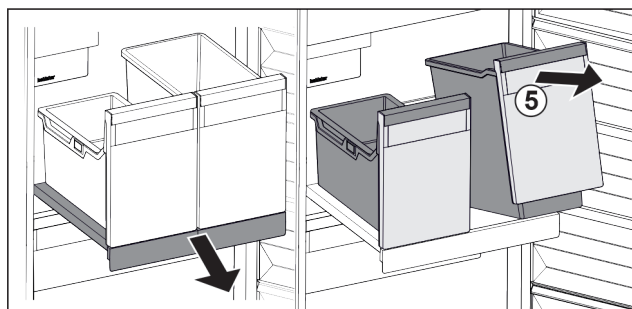

Fig. 29
- ▶ Posodo Fig. 29 (5) dvignite naprej.